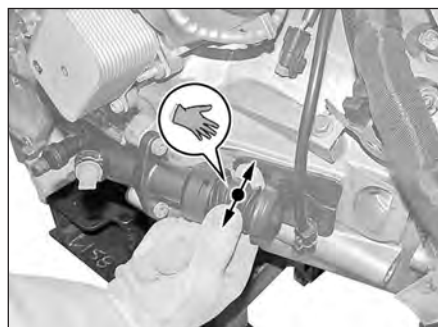

FIG.17
- Vérifier le positionnement de la tige du cylindre récepteur d'embrayage dans sa fourchette (Fig.17).